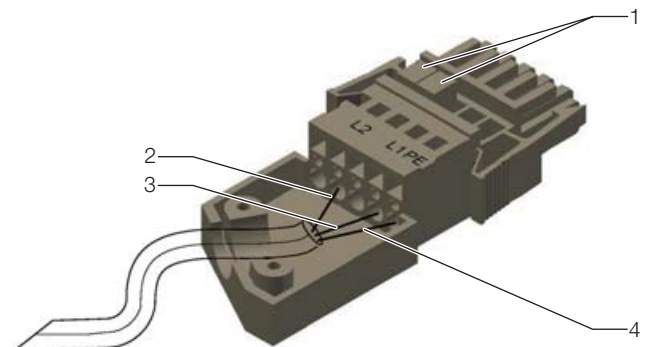

Рис. 37: Схема штекера подключения с корпусом для защиты от натяжения
- Соедините подключения фаз в штекере подключения с помощью двух прилагаемых перемычек. Установите перемычки как показано на рисунке (рис. 37, поз. 1).